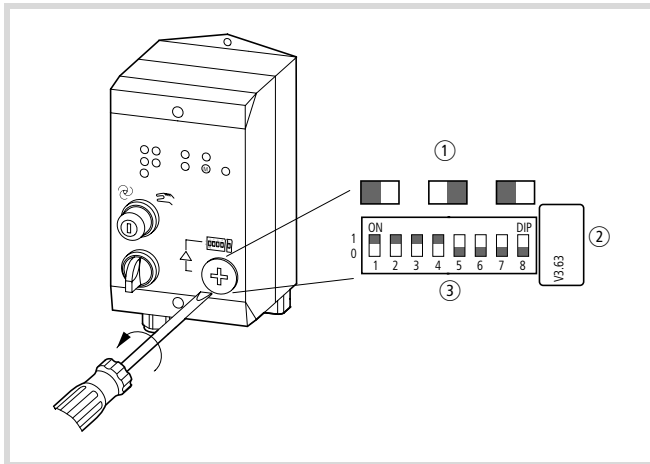

Abbildung 64: DIP-Schalter/Jumper ab Version 2.1
Nach Aktivierung des zugeordneten Jumpers bzw. DIP-Schalters (➔ Abbildung 64, 65) wird die Stromuntergrenze in allen drei Phasen überwacht. Damit werden Schiefelast und Phasenausfall erkannt. Sinkt der Strom in mindestens einer Phase unter 35 Prozent des eingestellten Wertes (➔ Tabelle 4 auf Seite 62), wird eine Sammelfehlermeldung generiert und das Schütz abgeschaltet. Stromwerte größer 40 Prozent von I_n lösen die Überwachung der Stromuntergrenze nicht aus. Nach einem „Reset“-Befehl kann der RA-MO sowohl im Hand- als auch im Automatikbetrieb angesteuert werden.
Um den Diagnosestatus auslesen zu können (linker Jumper in Position rechts, ➔ Abbildung 64 bzw. DIP-Pol 10 = 1 ab Version 2.2), muss die SPS mit WRITE P die Parameter-Bitkombination „111“ senden. Als Antwort sendet der Motorstarter den Diagnosestatus (➔ Tabelle 2). Liegt keine Diagnose vor, sendet der Motorstarter die Parameter-Bitkombination „111“.
- 2) Die Informationsziffer finden Sie bei den Jumpers, → Abbildung 64
→ Für diese Einstellung muss sich der rechts angeordnete Jumper in der „linken Position“ befinden (→ Abb. 64).